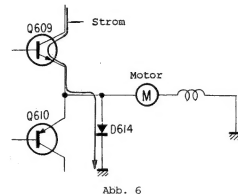

Abb. 6
- 13) Der Motor wird nicht länger mit Strom versorgt und setzt aus (siehe Abb. 6).